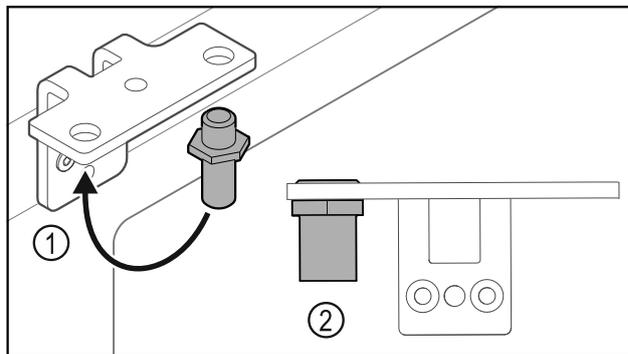

Fig. 25
- Ktheni bulonin Fig. 25 (1) në profilin e menteshës në anën tjetër.
- Shtrengoni bulonin Fig. 25 (2) me momentin e rrotullimit prej 12 Nm.